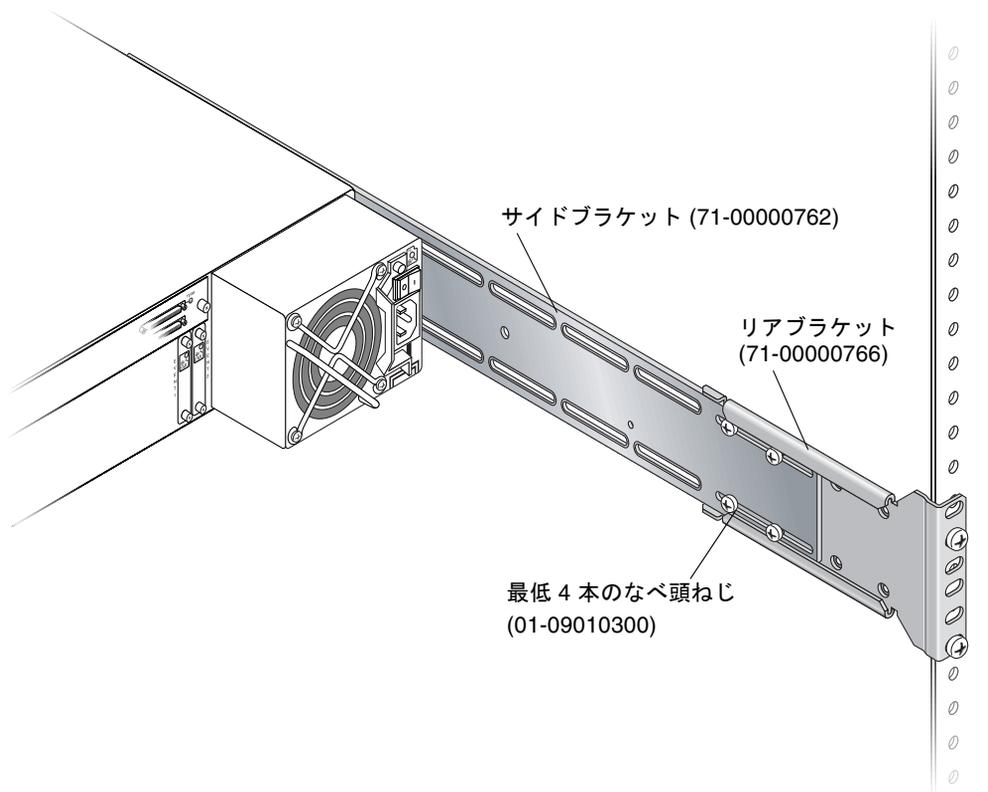

図 2-7 組み立て済みのリアブラケットとサイドブラケット
8. 各サイドブラケットをリアブラケットに取り付けます (図 2-7 を参照)。